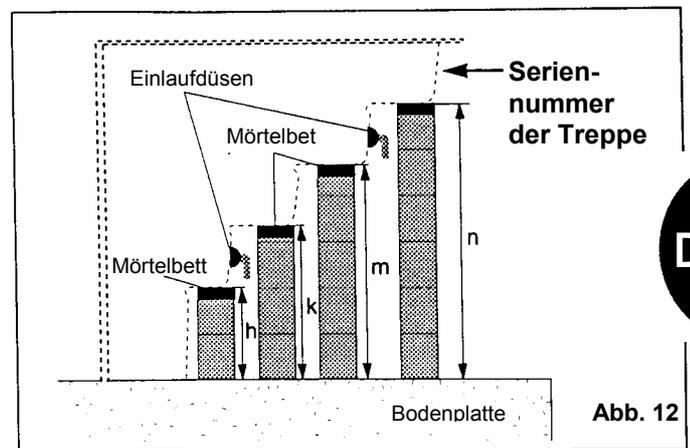

Abb. 12
**Achtung:** Passen Sie die Höhe der Steine an die Tritthöhe an, Abbildung 12.